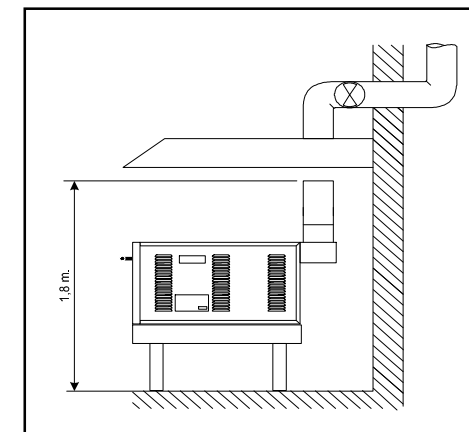

FIG.13 (ÉVACUATION FORCÉE SOUS HOTTE)
- 3) ÉVACUATION FORCÉ SOUS HOTTE (FIG.13)